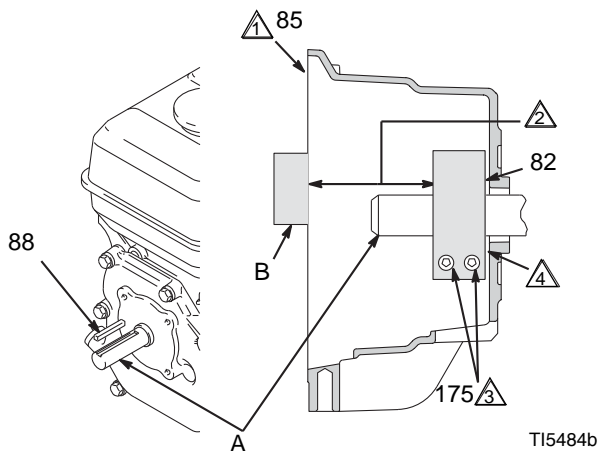

Рис. 9
4. Рис. 9. Открутите два винта (175) зажима (82),
5. Вставьте отвертку в паз (82) и выньте зажим.
1. Рис. 9 Установите шпонку вала двигателя (88)
2. Легкими ударами пластмассового молотка, насадите зажим (82) на вал двигателя (А). Выдерживайте размер, указанный в примечании 2. Фаска должна быть заподлицо с двигателем.
3. Проверьте размеры: положите жесткую прямую стальную пластину (В) на поверхность корпуса муфты сцепления (5). При помощи точного прибора, измерьте расстояние между пластиной и поверхностью зажима. При необходимости, выполните регулировку зажима. Затяните два винта (175) с усилием 14,1 +1,1 Н•м.